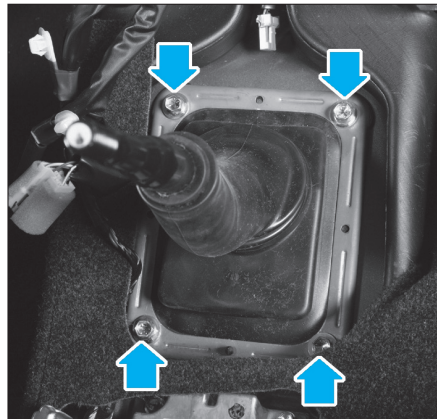
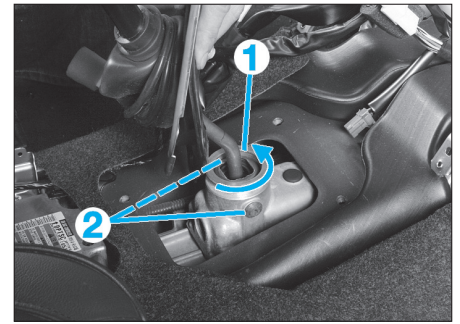

FIG. 13
FIG. 14
- Déposer les quatre vis de l'enjoliver du soufflet, et la cale d'insonorisation (Fig.13).
- Déposer la bague de maintien (1) en la faisant tourner dans le sens antihoraire.
- Si celui-ci ne sort pas, déposer les vis de positionnement (2).
- Extraire le levier de sélection du dispositif de retenue (Fig.14).